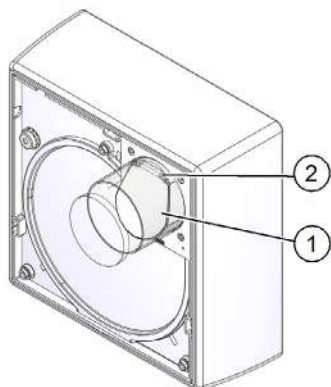
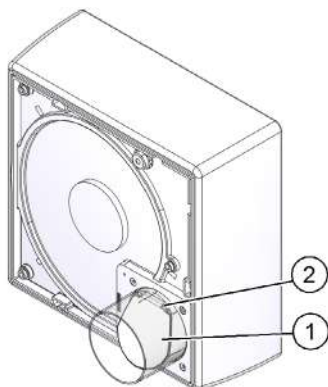
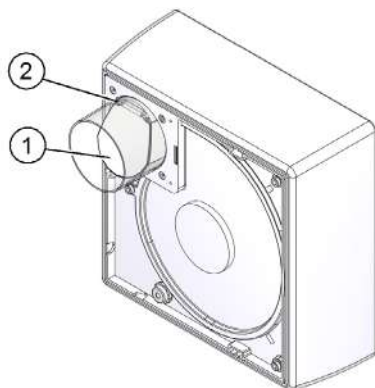
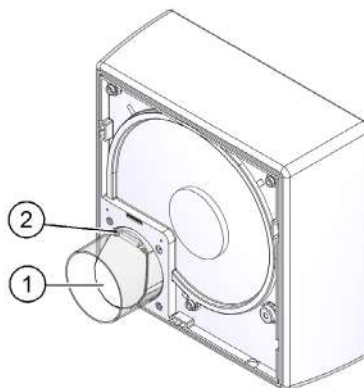

Abb. 15: Rückschlagklappe – Ausblas links oben
Abb. 16: Rückschlagklappe – Ausblas links unten
Abb. 17: Rückschlagklappe – Ausblas rechts oben
Abb. 18: Rückschlagklappe – Ausblas rechts unten
- Kontrollieren Sie vor dem Einbau des Gehäusotyps A die Lage der Rückschlagklappe (Pos. 1 in Abb. 15, Abb. 16, Abb. 17 und Abb. 18). Dabei müssen in allen Einbaulagen folgende Bedingungen erfüllt sein:
- Die Aufhängung (Pos. 2 in Abb. 15, Abb. 16, Abb. 17 und Abb. 18) der Rückschlagklappe muss immer horizontal ausgerichtet sein.
- Die Rückschlagklappe muss immer so angebracht sein, dass sie aufgrund der Schwerkraft selbständig schließt (siehe Beispiele in Abb. 15, Abb. 16, Abb. 17 und Abb. 18 auf Seite 20).